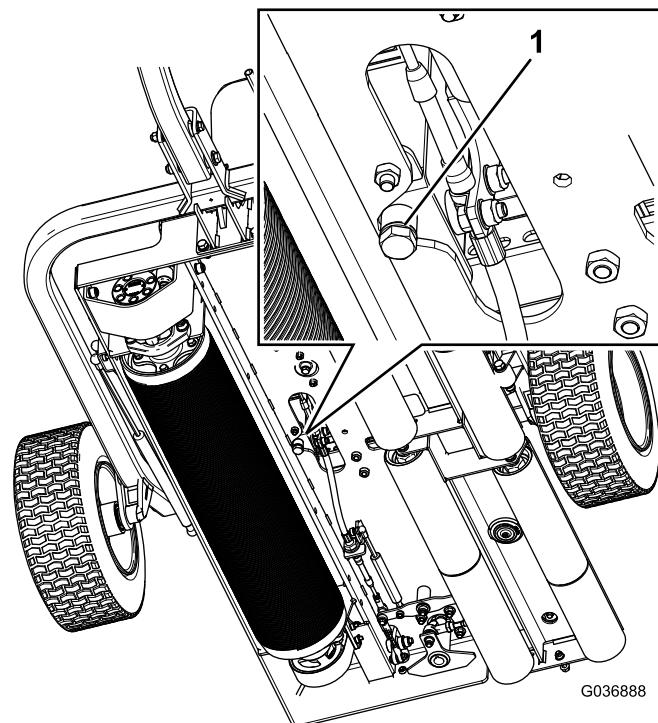

Figura 36
1. Collocate una bacinella di spurgo sotto il tappo di spurgo del serbatoio idraulico. (Figura 36).
2. Rimuovete il tappo di spurgo dalla parte inferiore del serbatoio (Figura 36).